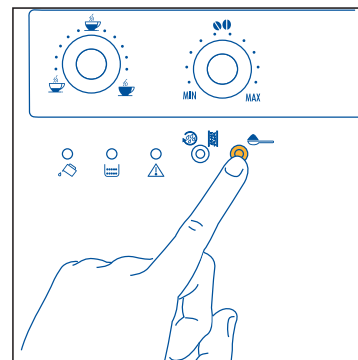

Fig.18
1. Presione el botón ☕ para seleccionar la función café molido (fig. 18). El piloto del botón se enciende para indicar que la función ha sido seleccionada y se ha desactivado el molinillo.